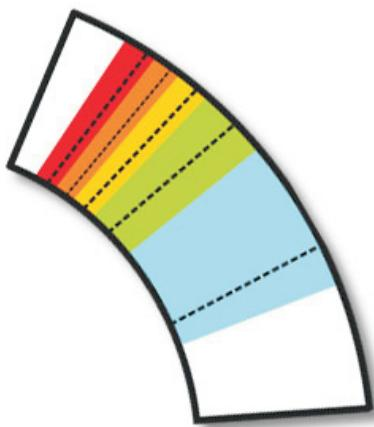
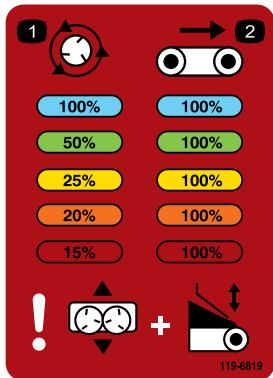

Figure 38
Figure 39
**Remarque:** Les couleurs sur l'autocollant de la Figure 38 et la Figure 39 correspondent aux couleurs de l'autocollant principal (Figure 30).
Réglez la commande hydraulique sur le trait de départ en pointillé de la zone de couleur correspondante (Figure 38). Vous pouvez varier les vitesses au besoin à l'intérieur de la zone de couleur correspondante.
**Télécommande sans fil** : Le réglage s'effectue en fonction du pourcentage indiqué dans la zone en couleur de l'autocollant et sur le tableau au dos de la télécommande sans fil (Figure 39).